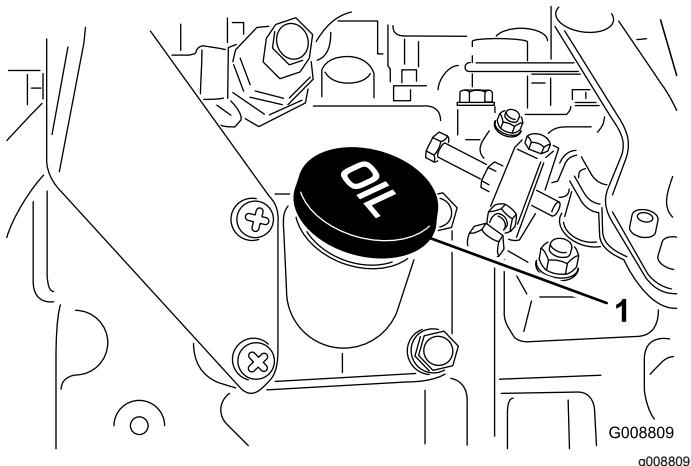

Figura 34
4. Se o nível de óleo se encontrar abaixo da zona de segurança, deverá retirar a tampa de enchimento (Figura 34) e adicionar óleo até que o nível atinja a marca Full (cheio). **Não encha demasiado.**